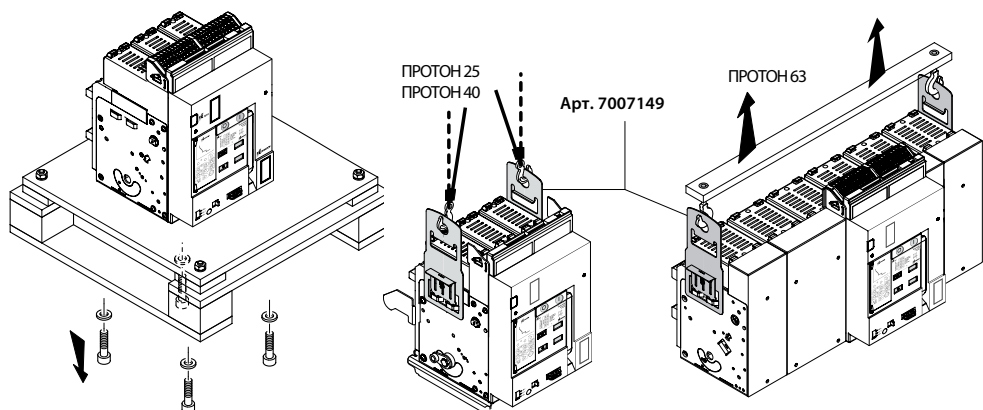

Рисунок 8. Порядок выполнения такелажных работ и работ по упаковке
1.7.7 Для удобства выполнения такелажных работ в выключателях ПРОТОН предусмотрены подъемные пластины, см. рисунок 8.